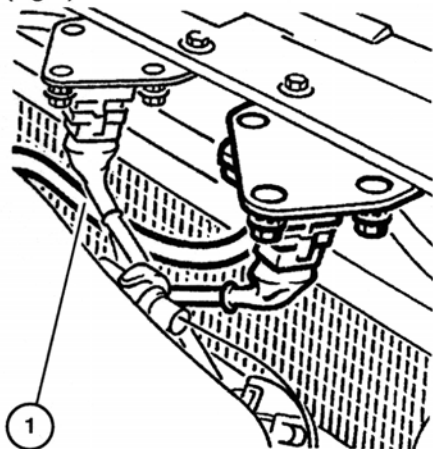

Fig. 1
• De même façon, l'ouverture de la palette mobile (A) (Fig. 1) est retardée pour les régimes inférieurs à 3500 tr/min.
- Brancher le manomètre sur le raccord à dépression du capteur de pression absolue (1) (Fig. 1).